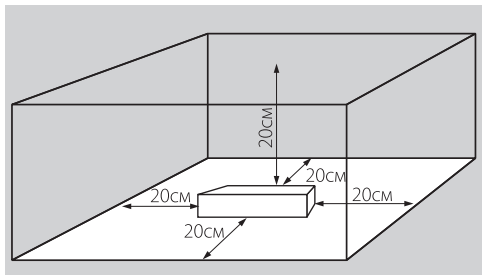

Рис. 1
- 4.2. Для естественной вентиляции обеспечьте свободное пространство вокруг источника питания не менее 20 см, как изображено на *Рис. 1*. При невозможности обеспечить свободное пространство используйте принудительную вентиляцию.